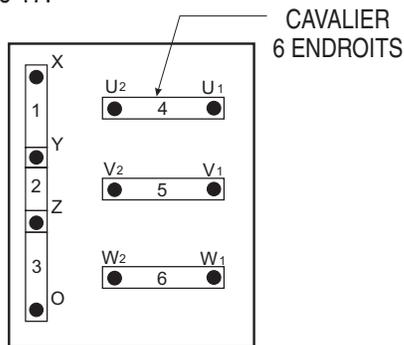

Figure 17. Carte de commutation de tension Configuration triphasée de 240 volts
1. Placez un **cavalier** sur la **carte de commutation de tension** pour un fonctionnement à **240 volts** comme indiqué dans Figure 17.
1. Assurez-vous que la **carte de commutation de tension** est jumelée pour un fonctionnement à **240 volts** comme indiqué dans Figure 17.